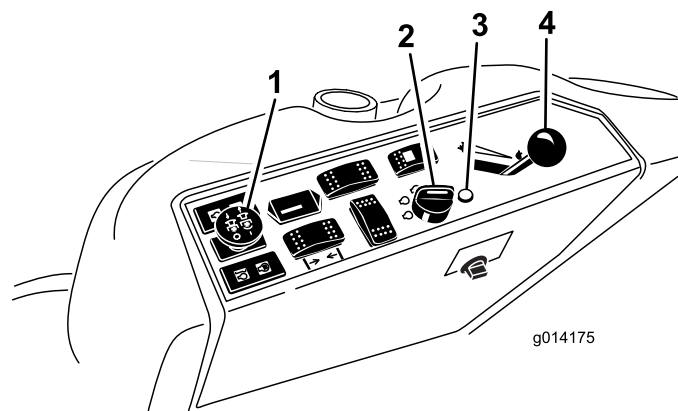

図 19
- PTO スイッチをOFF 位置にする(図 19)。
- スロットルレバーを FAST と SLOW の中間にセットする(図 19)。